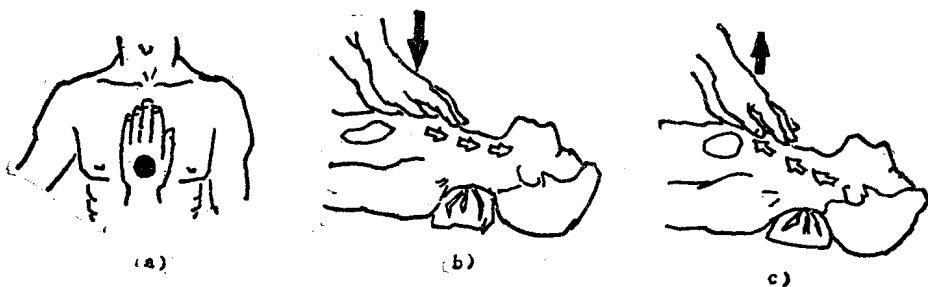

图2-7 胸外心脏挤压法
2. 胸外心脏挤压法 当触电者有呼吸而无心跳时，应采用胸外心脏挤压法，如图2-7所示。触电者的姿势与人工呼吸法相同，救护者位于触电者的腰侧，两手相叠，用掌根置于触电者胸骨的1/3部位，手掌中指尖置于其颈部凹陷处，然后用掌根向下按压